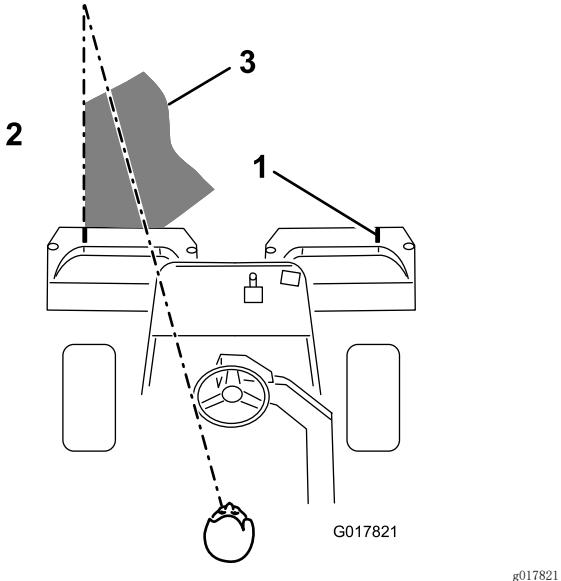

图39
**注意：**为了保持以直线方式穿过果岭，并使得机器与此前剪草的边缘保持等距，请在机器前到果岭未剪部分的边缘虚构一条长约 1.8~3m 的视线（图39）。有人发现，将方向盘的外缘看作视线的一部分非常有用；即让方向盘边缘对准与机器前面始终保持等距的某个点（图39）。